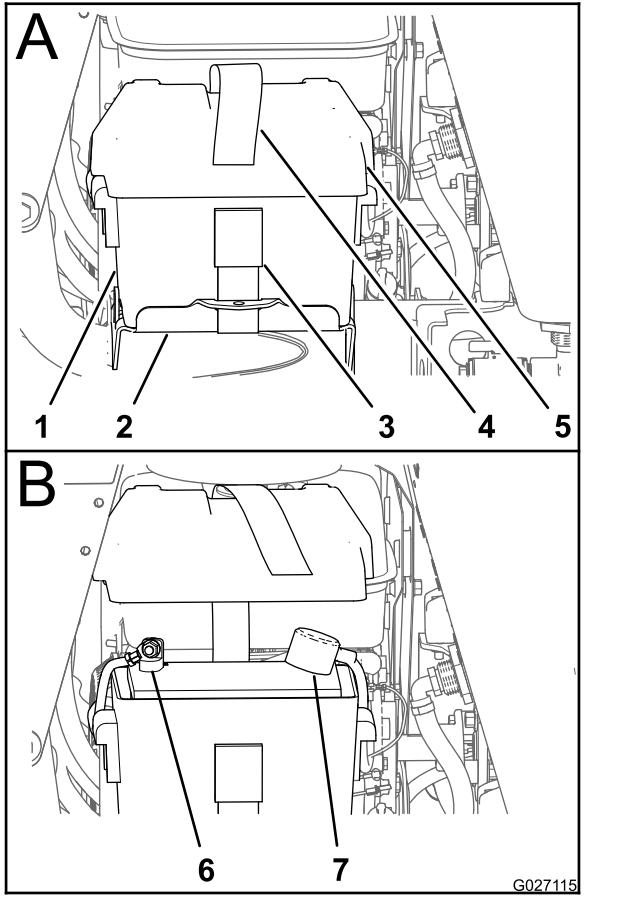

Figura 3
1. Retire la tapa de la batería de la caja de la batería (Figura 3).
2. Conecte el cable positivo de la batería al borne positivo (+) de la batería con un perno con arandela prensada y una tuerca con arandela prensada (Figura 3).
3. Conecte el cable negativo de la batería al borne negativo (-) de la batería con un perno con arandela prensada y una tuerca con arandela prensada (Figura 3).
4. Instale la tapa de la batería en la caja de la batería y sujetela la tapa y la caja a la bandeja de la batería con la correa de la batería (Figura 3).